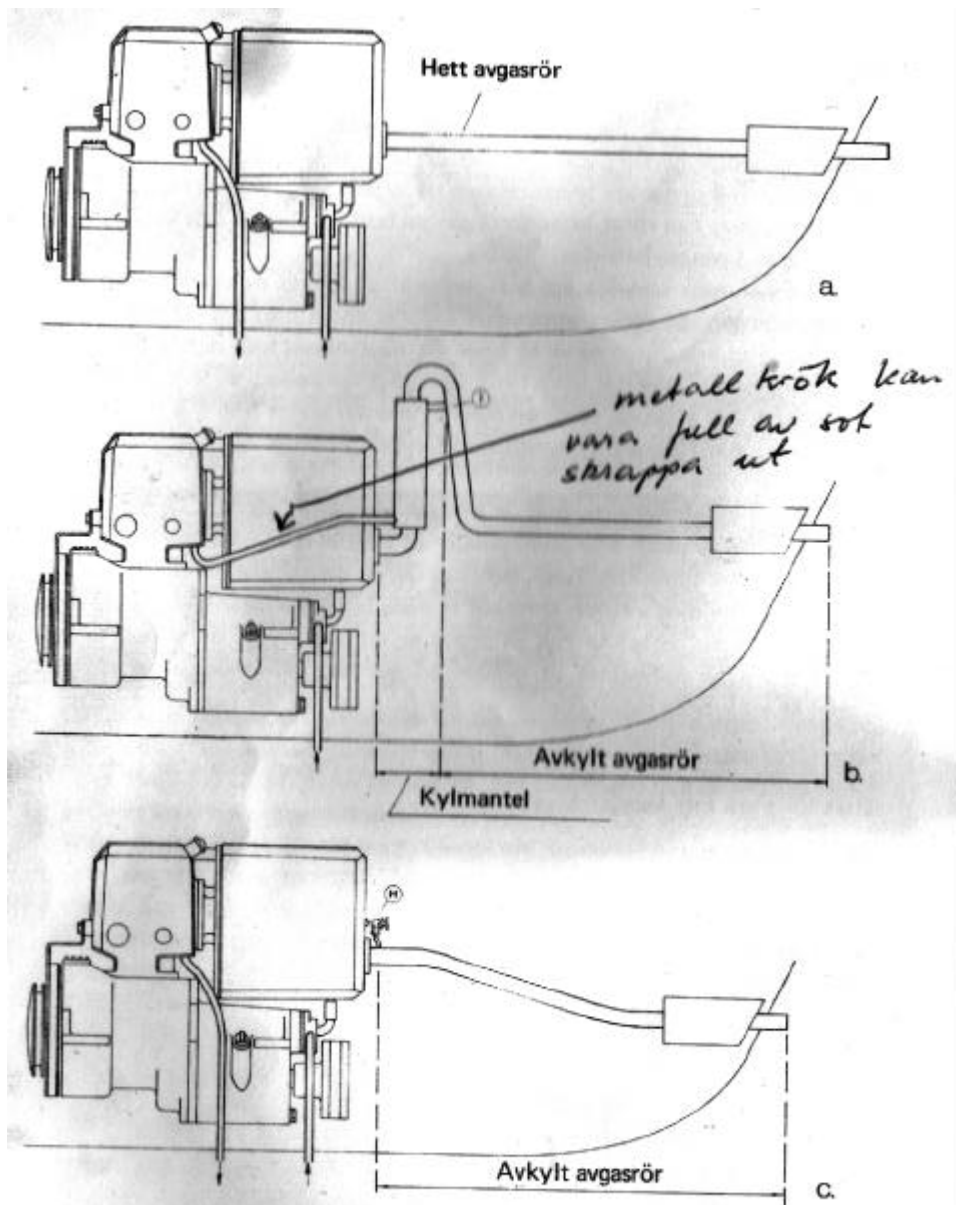

Bild 5.
Trots att avgaserna är nedkylda av vattenmanteln kring tryckutjämningskammaren uppgår gastemperaturen, beroende på belastningen, till ca 300o vid uttaget. Ifall den höga temperaturen på avgasröret inte inverkar skadligt på omgivningen, kan röret ledas torrt genom bordläggningen och kylvattnet ledas direkt ut genom båtsidan. Bild 5 a.
Oftast önskar man undvika ett hett avgasrör på grund av brandfaran och värmestrålningen. Systemet uppbygges i så fall enligt bild 5 b. Omedelbart efter ljuddämparen föres röret så högt att havsvattnet inte denna väg kan intränga i motorn. Därefter ledes röret i enlighet med bild 5 b. Ifall man inte önskar förse den stigande rördelen med kylmantel enligt bild 5 b, kan kylvattnet avtappas i punkt 1, varvid den okylda rördelen bör värmeisoleras från sin omgivning.
Den avkylda delen av avgasröret är inte varmare än högst 100oC, och kan sålunda utföras av plast- eller gummimaterial. I endel fall är det svårt att leda avgasrörets krök tillräckligt högt, och i så fall rekommenderar vi lösningen i bild 5 a. Om kylning av röret trots allt är nödvändig, kan man leda en del av kylvattnet via en reglerkran till avloppet enligt bild 5 c. I detta fall ledes största delen av kylvattnet ut genom bordssidan. Nackdelen med detta system är att kranen måste öppnas vid start och stängas när motorn stoppas, ifall motorn är installerad vid- eller under vattenytan. Vid dragning av avgasröret bör man beakta att vatten som ledes in i rörets sida eller som utsettes för tryck inte kan intränga i motorn.
10. Ifall kylningen av avgasröret är utförd i enlighet med bild 5 c, öppnas kylvattenkranen bara så mycket, att hela den vattenmängd som ledes till avgasröret förångas.
1. Ifall kylsystemet är enligt bild 5 c, stänger man kranen (H).